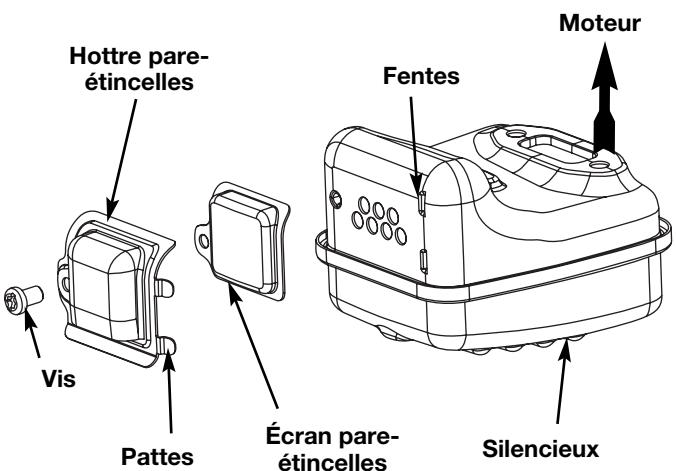

Fig. 41
2. Situez le pot d'échappement sans le retirer. Trouvez la vis sur la partie inférieure du pot d'échappement (Fig. 41.) Retirez la vis en vous servant soit d'un tournevis torx #20 ou d'un tournevis plat.